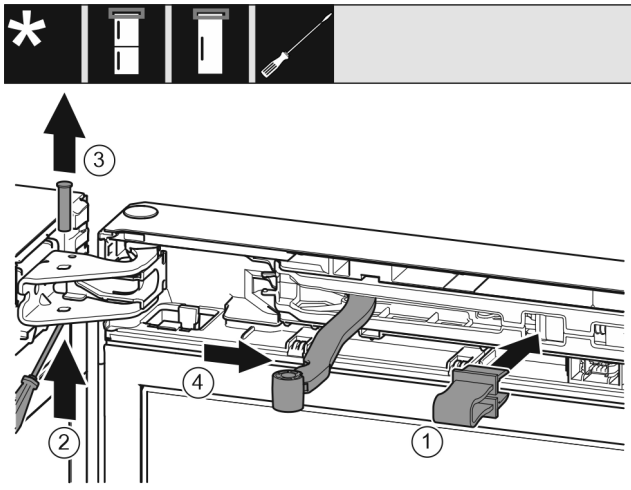

Fig. 6
- Nofiksējiet aizturi atverē. Fig. 6 (1)
- Izstumiet tapu ar skrūvgriezi. Fig. 6 (2)
- Izņemiet ārā tapu uz augšu. Fig. 6 (3)
- Pagrieziet šarnīru durvju virzienā. Fig. 6 (4)